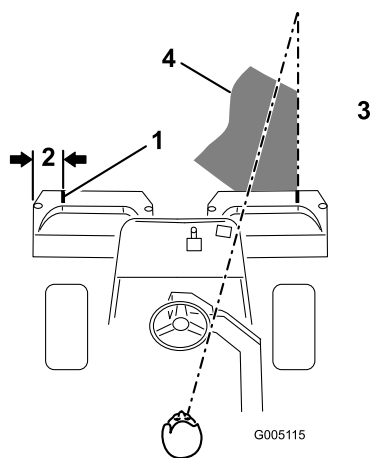
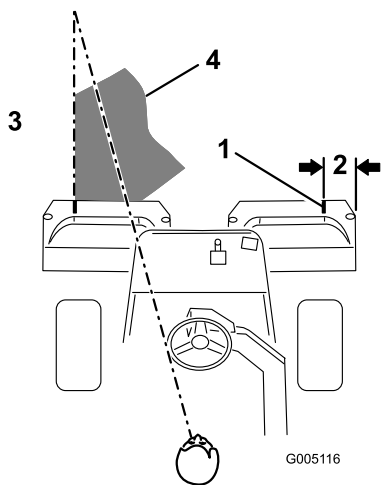

Figura 38
Figura 39
2. Applicare una striscia adesiva bianca, oppure tracciate una linea con della vernice bianca, su ciascun cestello, parallela al bordo esterno del cestello stesso (Figura 38).
3. Durante le passate di ritorno sovrapponetevi uno spazio minimo alla falciatura precedente. Per tosare in linea retta il green e mantenere la macchina alla medesima distanza dal bordo della falciatura precedente, immaginate una linea da 1,8-3 m circa davanti alla macchina fino al bordo della sezione di green da tosare (Figura 38 e Figura 39). Potrebbe essere utile includere nella linea di collimazione il bordo esterno del volante, vale a dire, tenere allineato il bordo del volante con un punto che si trovi sempre alla stessa distanza dalla parte anteriore della macchina (Figura 38 e Figura 39).